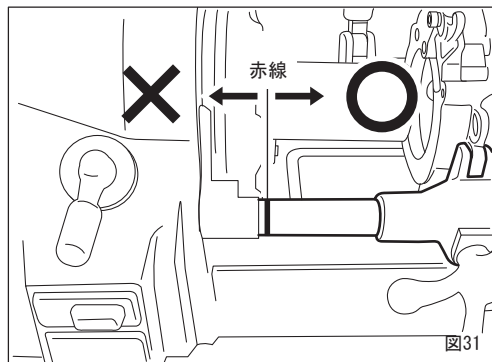

図31
- ・ねじ切りは往復台を受パイプの赤線の右側 (手前) から始めてください。事故や破損の原因となります。(図31)